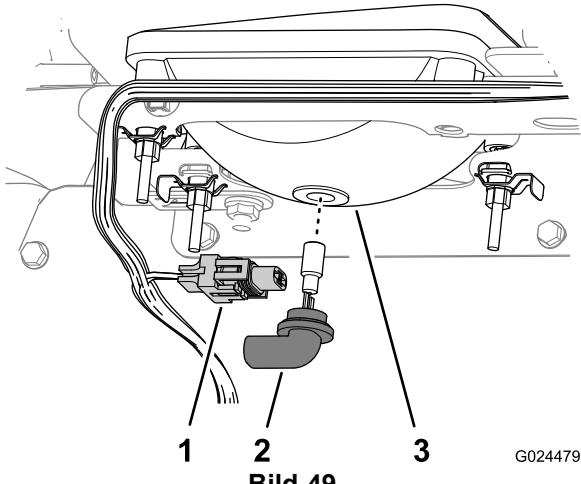

Bild 49
3. Schließen Sie den elektrischen Anschluss für den Kabelbaum vom Lampenanschluss hinten am Scheinwerfergehäuse ab (Bild 49).
4. Drehen Sie die Birne um eine Viertelumdrehung nach links und bewegen sie nach hinten aus dem Lampengehäuse (Bild 49).
5. Setzen Sie die neue Birne und das neue Scheinwerfergehäuse ein und fluchten Sie die Nasen in der Birne mit den Schlitten im Scheinwerfergehäuse aus (Bild 49).
6. Drehen Sie die Lampe um eine Vierteldrehung nach rechts, um sie zu befestigen (Bild 49).
7. Schließen Sie den elektrischen Anschluss für den Kabelbaum am Anschluss der neuen Lampe an (Bild 49).